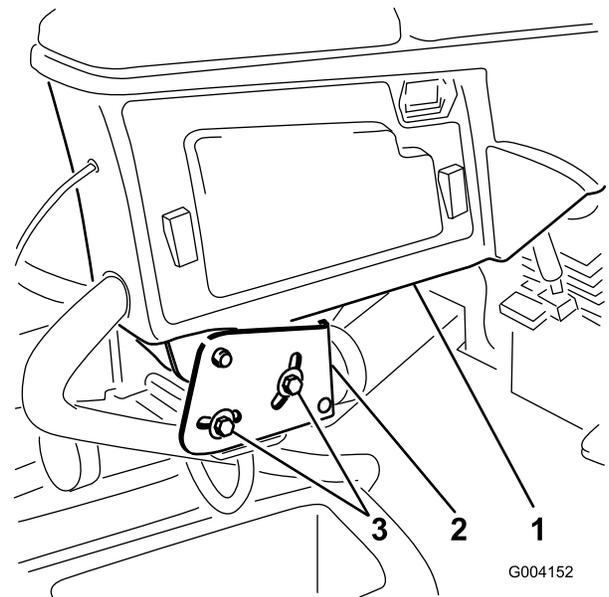

Figura 37
1. Solte os 2 parafusos que prendem o braço de controlo ao suporte de retenção (Figura 37).